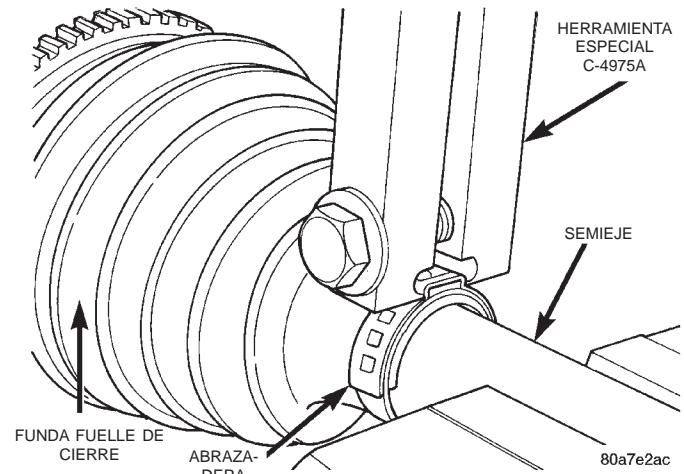

Fig. 7 Instalación del plegador en la abrazadera pequeña de la funda fuelle
(1) Deslice la abrazadera grande de la funda fuelle de cierre sobre el semieje y sobre la junta homocinética.
(2) Deslice la funda fuelle de cierre de la junta homocinética del eje sobre el semieje.
(3) Distribuya la mitad de la cantidad de grasa incluida en el juego de servicio de la funda fuelle de cierre (NO UTILICE NINGUN OTRO TIPO DE GRASA) en la caja del conjunto de la junta homocinética del eje. Coloque la cantidad restante en la funda fuelle de cierre.
(4) Coloque en forma pareja la abrazadera pequeña de la funda fuelle de la junta homocinética del eje.
(5) Coloque la funda fuelle de la junta homocinética del eje en la estría de retención en el eje de la caja de la junta. Después, coloque la abrazadera de retención en forma pareja sobre la funda fuelle de cierre.
(6) Engrape la abrazadera pequeña de la funda fuelle en el semieje con el plegador C-4975-A. Coloque el plegador C-4975-A sobre el puente de la abrazadera (Fig. 7).